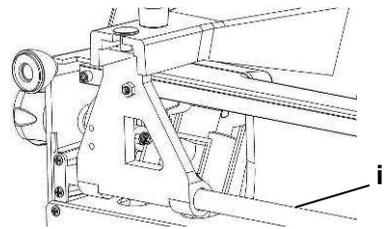

Abb. 14
- Fetten Sie den Schlitten regelmäßig mit einem lebensmittelechten Maschinenöl ein. Dazu die Aufschnittmaschine auf die Seite legen und etwas Maschinenöl auf die beiden Enden der Achse des Schlittens (i) geben (**Abb. 14**). Bewegen Sie dann den Schlitten auf und ab, um das Öl gleichmäßig zu verteilen. Entfernen Sie mit Hilfe eines Tuches die Reste von Öl auf der Achse.